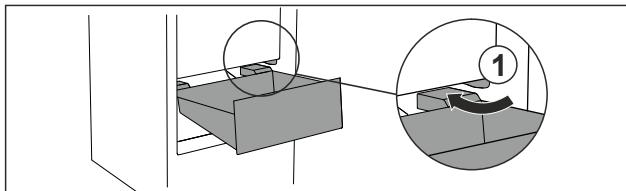

Fig. 81
- Обвести висувний ящик навскіс навколо стопора Fig. 81 (1).